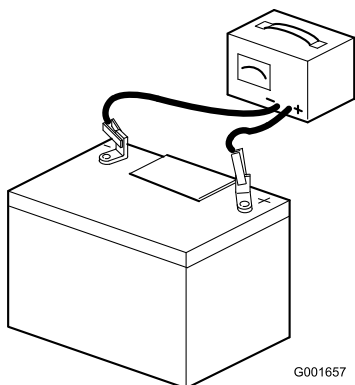

Figure 6
7. Raccordez un chargeur de 3 à 4 A aux bornes de la batterie (Figure 6). Chargez la batterie au régime de 3 à 4 ampères durant 4 à 8 heures.